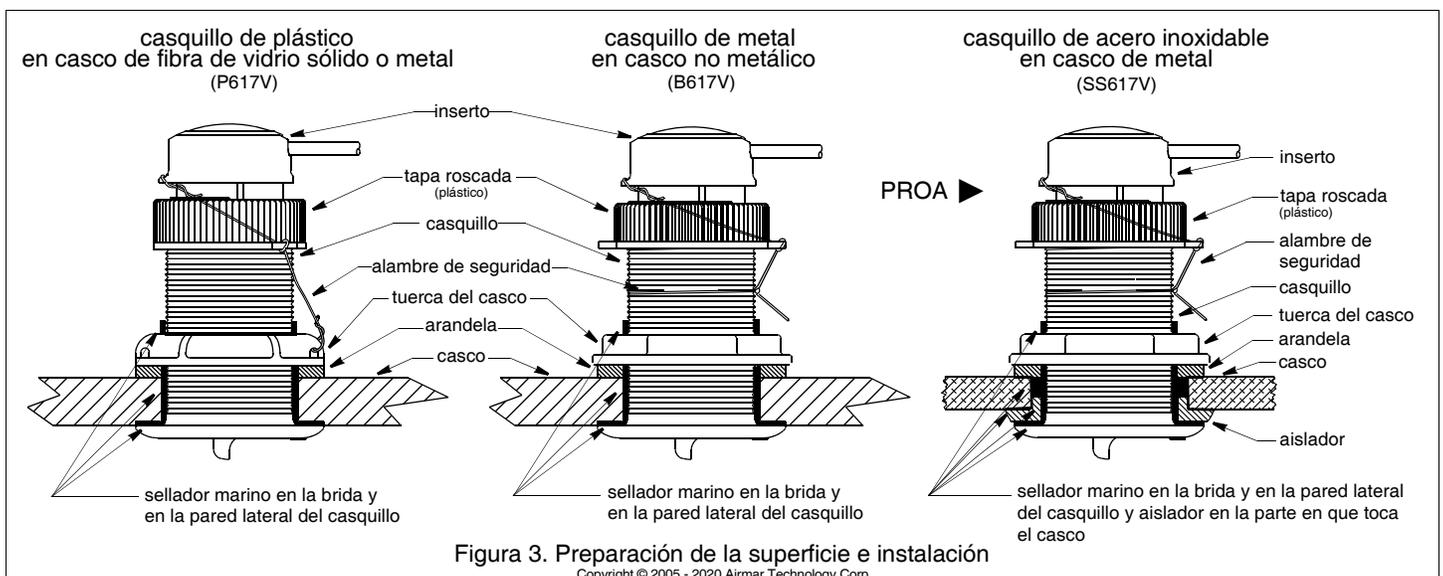

Figura 3. Preparación de la superficie e instalación
Aplique una capa de 2 mm (1/16") de sellador marino en torno a la brida del casquillo en contacto con el casco y a la pared del casquillo (Figura 3). *El sellador se debe extender 6 mm (1/4") por encima del espesor combinado de la barquilla, el casco, el taco de apoyo y la tuerca del casco.* De este modo habrá sellador en la rosca para sellar el casco y mantener bien la tuerca del casco.
- Desde el exterior del casco, introduzca el casquillo en el orificio con un movimiento giratorio para que salga el exceso de sellador (Figura 3).
2. Extraiga el inserto del casquillo retirando el alambre de seguridad y desenroscando la tapa roscada (Figura 3). De este modo saldrá el inserto. Tire lentamente del inserto para extraerlo. Coloque el tapón obturador en el casquillo.